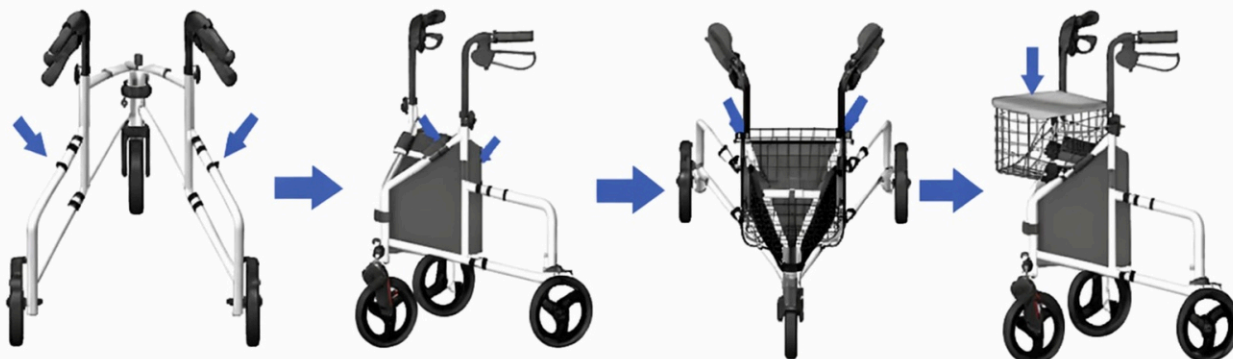

Figure 5
Étape 4 (comme illustré à la Figure 5) : Prenez les clips pour câble de frein (13) et fixez-les aux tubes diagonaux supérieurs de l'ensemble de cadre arrière gauche (3) et de l'ensemble de cadre arrière droit (5). Fixez les câbles de frein gauche et droit dans les clips pour câble de frein (13). Prenez le sac en tissu (8) et suspendez-le sur le cadre (comme illustré à la Figure 5). Suspendez le panier en fer (6) sur les crochets des côtés gauche et droit de l'ensemble de cadre principal (1) pour le fixer solidement. Prenez le plateau (7) et placez-le sur le dessus du panier en fer (6). Appuyez vers le bas afin que le plateau (7) recouvre le dessus du panier en fer (6).